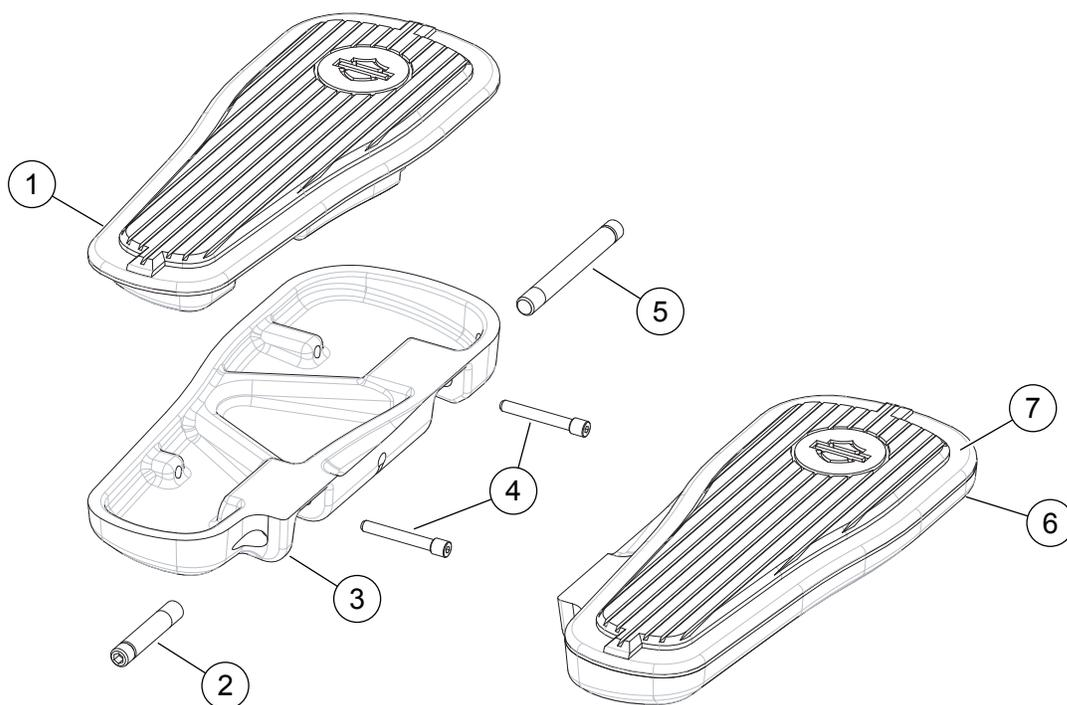

Figura 2. Parti di ricambio: Kit pedane passeggero
Vedere Figura 2 per il contenuto del kit.
2. Vedere Figura 2 Posizionare l'inserto della pedana (1) sul poggiaiedi (3) e avvitare i perni di montaggio dell'inserto (4).